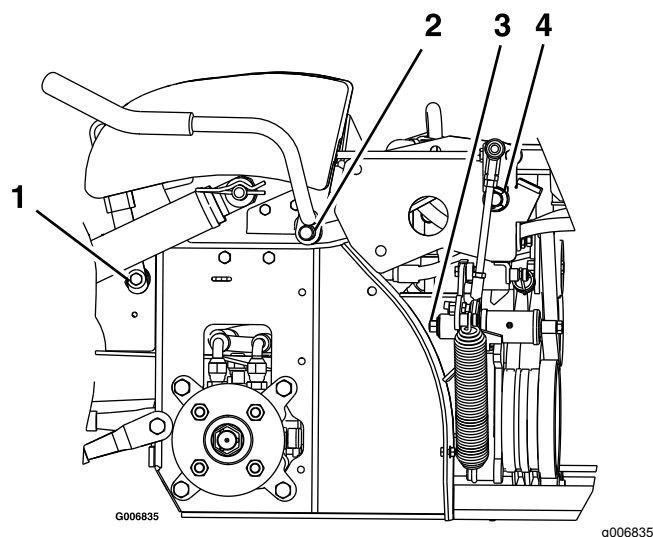

Figura 35
3. Lubrifique os casquilhos de estanho na articulação do manípulo do travão com um lubrificante em spray ou óleo leve (Figura 35).